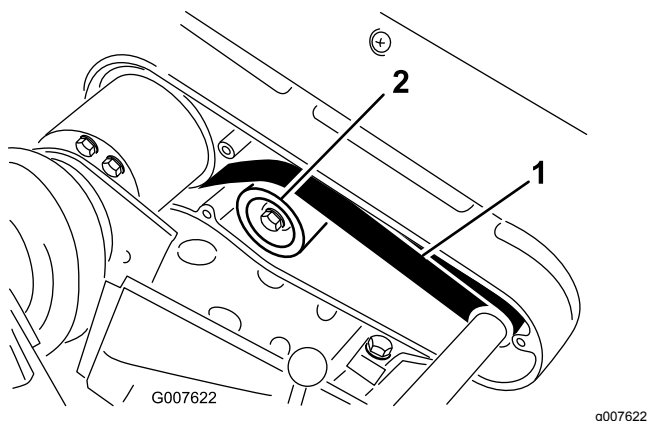

Figura 40
2. Controllate la tensione premendo la cinghia al centro tra le pulegge (Figura 40) con una forza di 22–26 N.
- A. Allentate il dado di fissaggio della puleggia tendicinghia e ruotate la puleggia in senso orario verso il retro della cinghia, fino a ottenere la tensione desiderata (Figura 40).